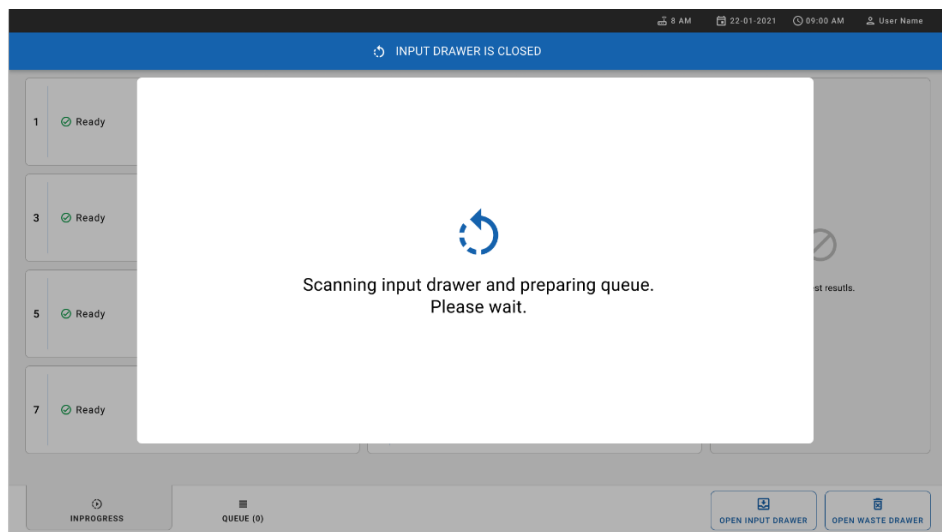

Figure 29. Écran de préparation de la file d'attente.
14. Fermez le tiroir d'entrée lorsque toutes les cartouches ont été scannées et insérées. Le système analyse les cartouches et prépare une file d'attente (Figure 29).